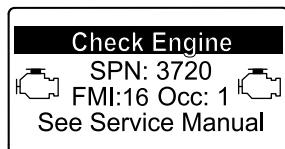

Figura 48
- Avvertenza motore SPN 3720, FMI 16 (Figura 48)